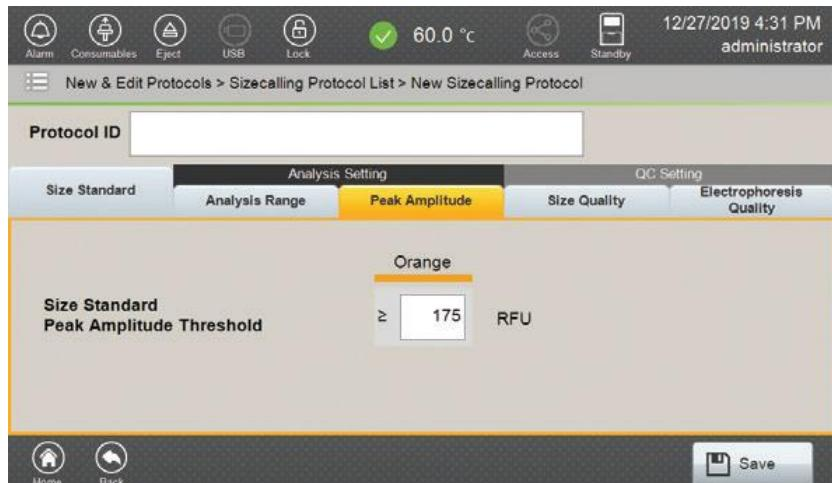

図 132 Peak Amplitude タブ
| Peak Amplitude Threshold | <p>ピークのサイズを決めて呼び出すために、RFU の最小値を定義します。この閾値より低いピークはキャンセルされず、引き続き表示されます。（ソフトウェア上の範囲は 1 RFU から 30000RFU）（図 132）</p> <p>閾値は size standard に使用される dye channel に対して設定されなければなりません。Size standard のピークが Sizecalling のアルゴリズムで考慮されるために、そのピークは Sizecalling Protocol で設定された peak amplitude threshold を超えたものでなければなりません。1 つ以上のピークが peak amplitude threshold 以下の場合、そのサンプルの SQ と EQ の値が下がる可能性があります。閾値は、二次解析に用いられるものと同じになるように通常は設定されます。</p> |
- Peak Amplitude のタブを選択し、Size standard peak amplitude thresholds の設定オプションを表示します。(図 132)